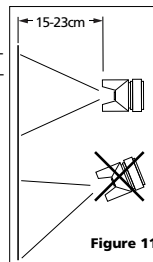

Figura 11
1. Comience a rociar. Siempre mantenga la pistola en los ángulos correctos (Vea la Figura 11).